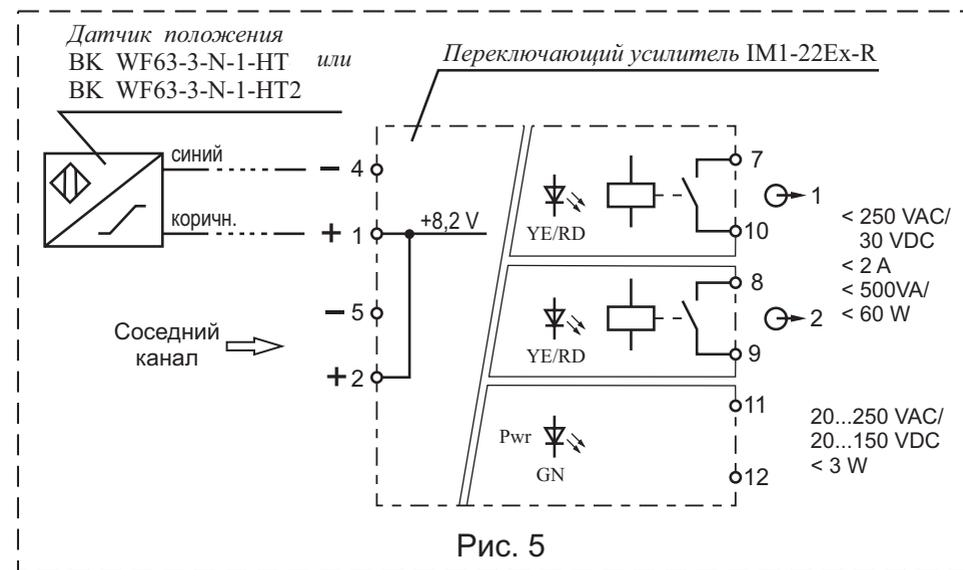

Рис. 5
4.4 Электрический монтаж датчика положения и переключающего усилителя производится в соответствии со схемой рис. 5 и руководством по эксплуатации на датчик положения и переключающий усилитель. Выходное реле переключающего усилителя открывается при срабатывании клапана.
4.5.7 В случае выхода из строя одного из каналов переключающего усилителя произведите переподключение датчика положения на другой (соседний) канал. Съем сигнала с усилителя производите с выхода соседнего канала (см. рис. 5 и паспорт на переключающий усилитель).